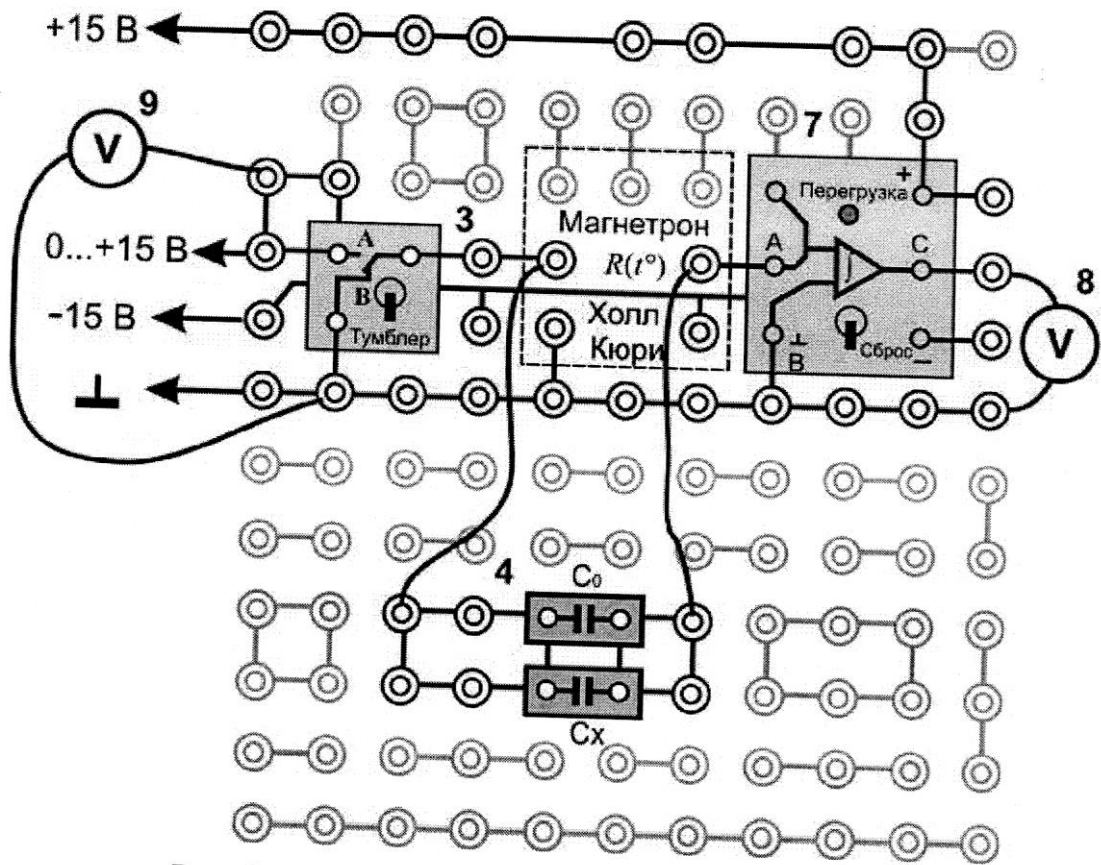

Рис. 2.4. Параллельное соединение конденсаторов
11. Соединить конденсаторы C_0 и C_x *параллельно* (рис. 2.4). Следуя пунктам 5 и 6, подобрать для батареи оптимальное напряжение зарядки U_x .